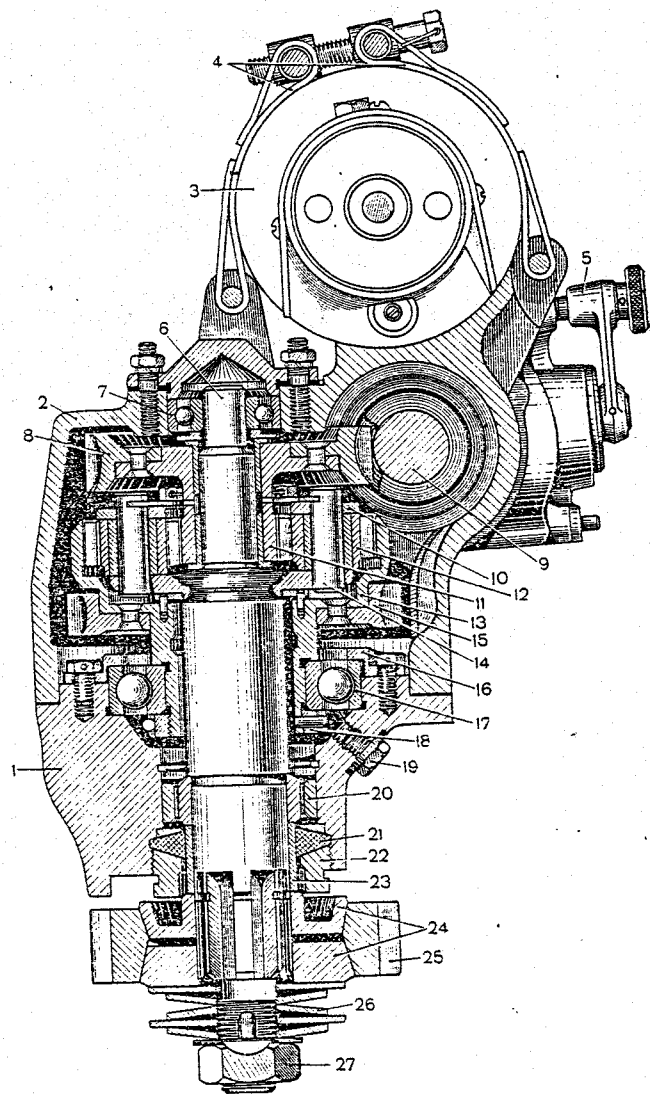
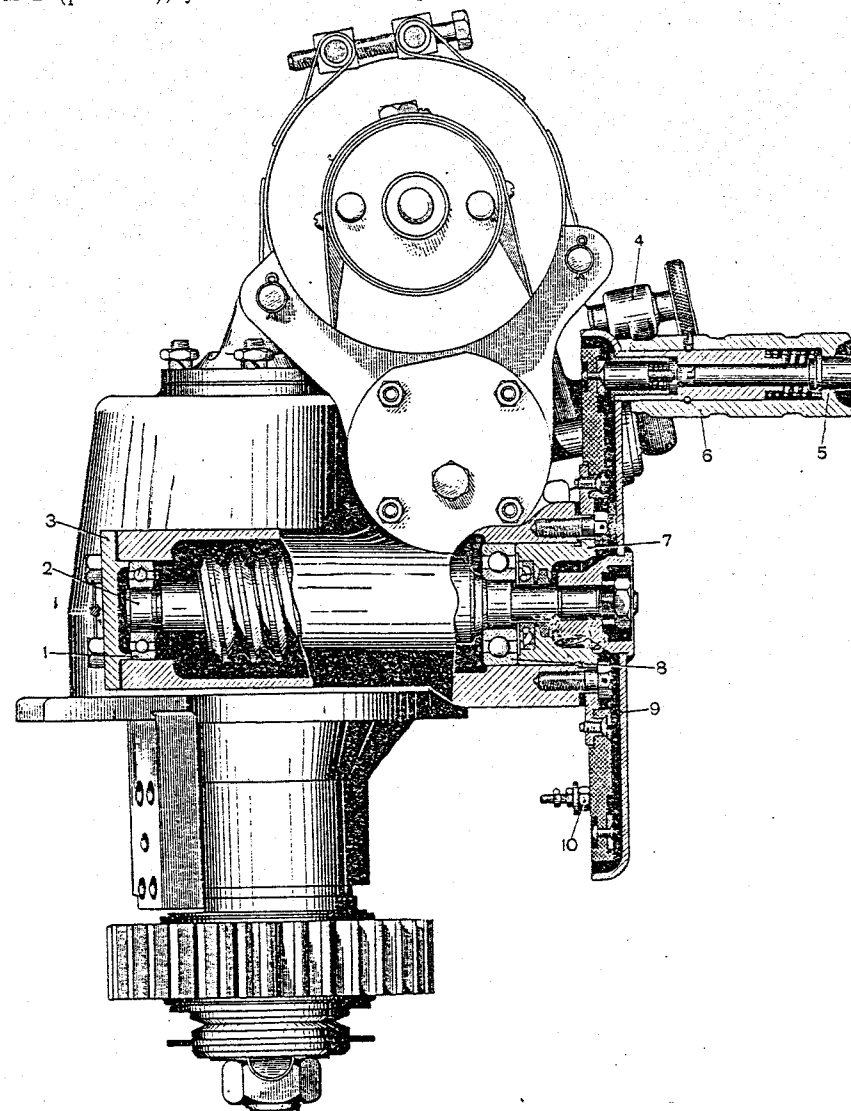

Рис. 40. Механизм поворота башни (разрез по главному валу):
Рис. 41. Механизм поворота башни (разрез по нижнему червяку):
В картере механизма поворота башни смонтированы обе червячные пары и планетарный блок, состоящий из солнечной шестерни 11 (рис. 40), водила с сателлитами 12 и эпициклической шестерни 13. Водило выполнено заодно с главным валом 6, который уста-
Эпициклическая шестерня с приклепанной к ней бронзовой червячной шестерней 15, находящейся в зацеплении с нижним червяком 2 (рис. 41), установлена в шарикоподшипнике 17 (рис. 40).
Солнечная и эпициклическая шестерни находятся в постоянном зацеплении с сателлитами 12 (рис. 40), свободно вращающимися на осях 14, закрепленных во фланце главного вала.
Нижний червяк с маховиком 9 (рис. 41), имеющим рукоятку 6, установлен на двух шарикоподшипниках 1 и 8 под углом 90° по отношению к верхнему червяку. В маховике смонтировано кнопочное устройство электроспуска пулемета.
На шлицевом конце главного вала механизма поворота посажены два бронзовых конуса 24 (рис. 40), которые прижимаются к коническим поверхностям ведущей шестерни 25 тремя пружинными шайбами Бельвилля 26. Поджатие шайб регулируется гайкой 27.
3. Вращать башню с максимальной скоростью в течение 15 секунд, а затем быстро выключить электромотор. При этом фрикцион должен пробуксовать, что можно определить по смещению рисков. Смещение рисков должно быть в пределах 5—20 мм. При отсутствии пробуксовки слегка ослабить шайбы Бельвилля, отпустив гайку 27 (рис. 40), и повторить проверку.